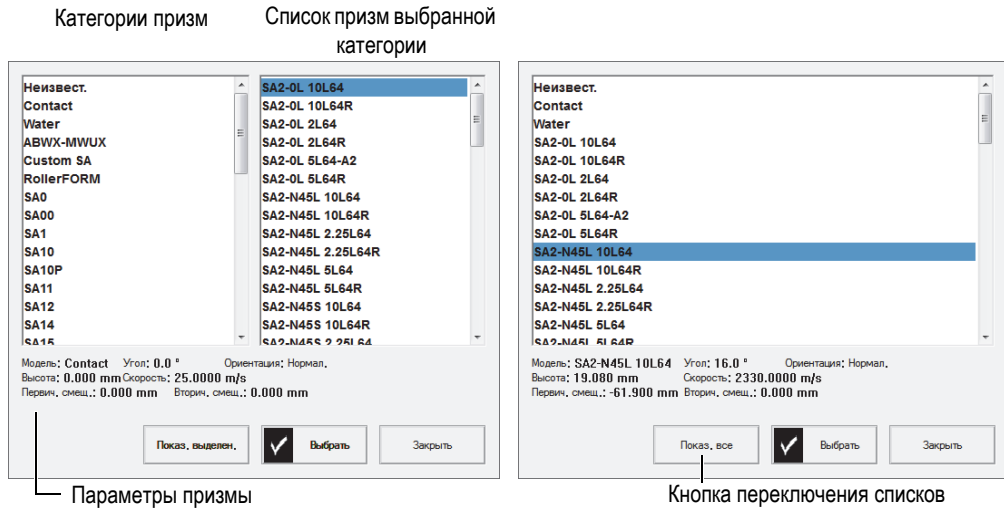

Рис. 4-3 Списки призм в диалоговом окне выбора призмы
3. Нажмите **Призма**, чтобы открыть предустановленный список призм (см. Рис. 4-3 на стр. 114):